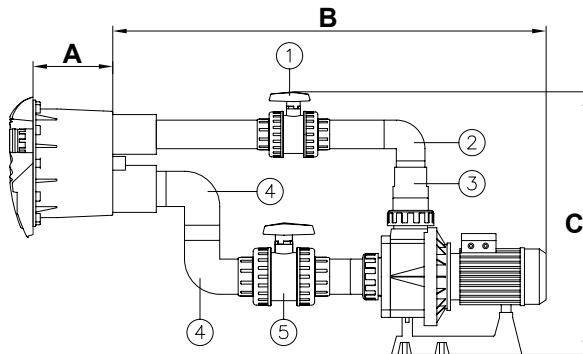

Fig. 7
- Encolar un tubo  $\varnothing 75$  mm (\*) a la toma de impulsión del nicho (ver fig. 7).
- Encolar la válvula  $\varnothing 75$ mm. (nº 1, fig. 7) al tubo  $\varnothing 75$ mm (\*).
- Encolar un tubo  $\varnothing 75$ mm (\*) a la válvula  $\varnothing 75$ mm (nº 1, fig. 7).
- Encolar codo  $\varnothing 75$ mm. (nº 2, fig. 7) al tubo  $\varnothing 75$ mm (\*).
- Encolar tubo  $\varnothing 75$ mm (\*) al codo (nº 2, fig.7).
- Encolar reducción cónica 90/75/63 mm. (nº 3, fig. 7) al codo  $\varnothing 75$ mm (nº 2, fig. 7) y al racor de la bomba  $\varnothing 90$ mm.
- Usando un tubo  $\varnothing 90$ mm (\*) encolar un codo  $\varnothing 90$ mm. (nº 4, fig. 7) a la toma de aspiración del nicho (ver fig. 7).
- Usando un tubo  $\varnothing 90$ mm (\*) uniremos el otro codo  $\varnothing 90$ mm. (nº 4, fig. 7) al codo ya encollado (ver fig. 7).
- Encolar la válvula  $\varnothing 90$ mm (nº 5, fig. 7) al codo (nº 4, fig. 7) usando un tubo  $\varnothing 90$ mm. (\*) para unirlos.
- Encolar un tubo  $\varnothing 90$  mm (\*) a la válvula (nº 5, fig. 7) y al racor de la bomba  $\varnothing 90$ mm.